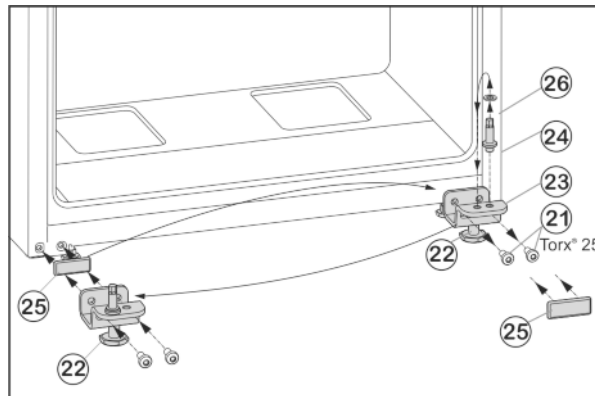

Fig. 7
- ▶ Tekerje le a rögzítőcsavarokat Fig. 7 (21).
- ▶ Vegye le a teljes alsó csapágybakot Fig. 7 (23) a csapszeggel Fig. 7 (24), az alátéttel Fig. 7 (26) és a beállító lábbal Fig. 7 (22).
- ▶ Csavarozza le a teljes csapágybakot Fig. 7 (24) az alátéttel Fig. 7 (26), helyezze át a csapágybak túldoldali felvívó furatába, és csavarozza vissza.
- ▶ Óvatosan vegye le a fedőlemezt Fig. 7 (25), és helyezze át az ellenkező oldalra.
- ▶ Csavarozza vissza a teljes alsó csapágybakot Fig. 7 (23) a csapszeggel Fig. 7 (24), az alátéttel Fig. 7 (26) és a beállító lábbal Fig. 7 (22) a csuklópánt új oldalán **erősen (4 Nm-es nyomatékkal)**, adott esetben egy akkus csavarhúzóval.
- ▶ Az ajtót felülről helyezze Fig. 7 (24) a csapszegre.
- ▶ Tekerje ki az állítólábat Fig. 7 (22) az alsó csapágycsavarból Fig. 7 (23), míg hozzá nem ér a talajhoz.